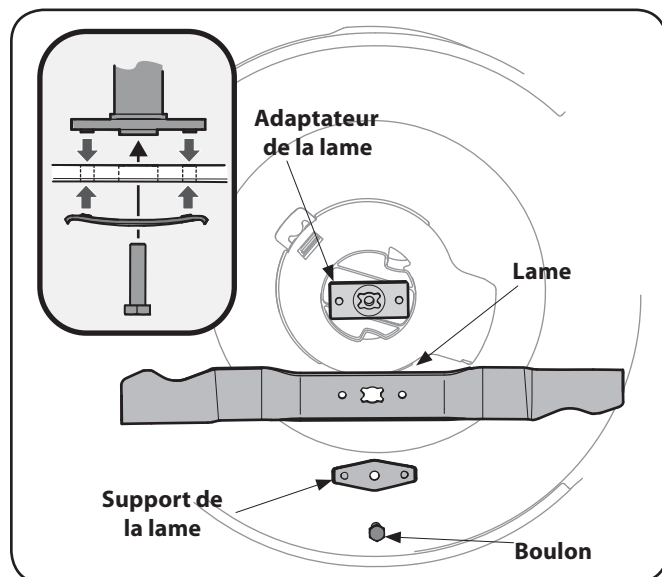

Figure 7-1
2. Enlevez le boulon et le support de la lame qui maintiennent la lame et l'adaptateur sur le vilebrequin. Voir la Fig. 7-1.
3. Dégagez la lame et l'adaptateur du vilebrequin. Voir la Fig. 7-1.
pendant le fonctionnement. Assurez-vous que la lame est bien alignée et qu'elle repose sur les paliers de l'adaptateur. Voir le détail de la Figure 7-1.